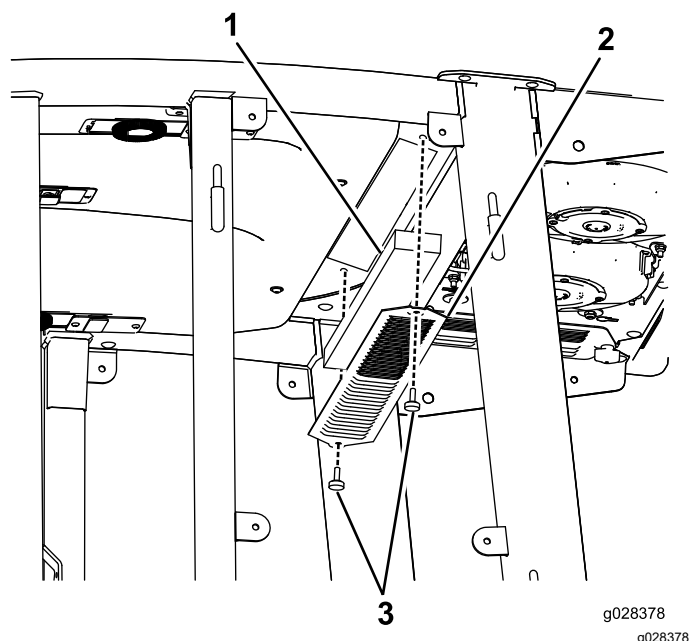
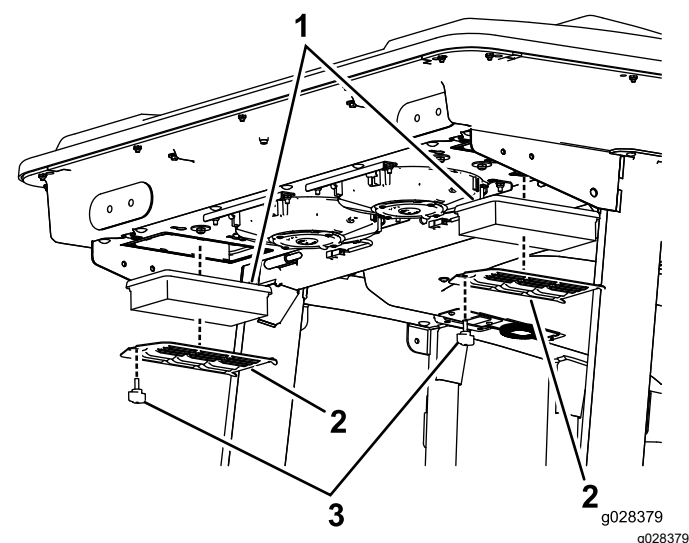
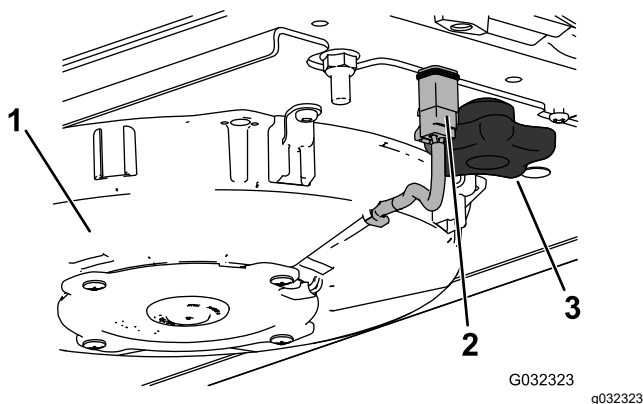
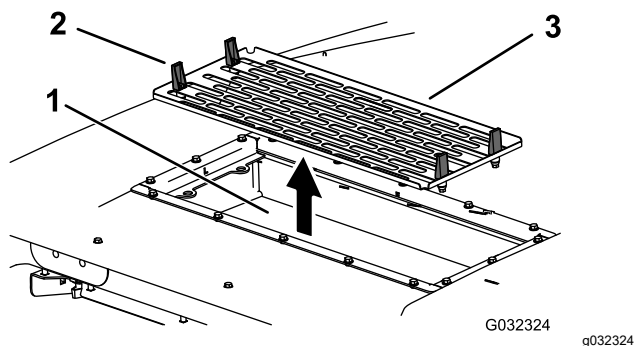

Figura 94
Figura 95
Figura 97
Figura 98
1. Retire los tornillos y las rejillas del filtro que está en el interior de la cabina y del filtro que está detrás de la cabina (Figura 94 y Figura 95).
4. Retire los filtros de aire (ver Figura 95).
6. Instale los filtros de aire, la rejilla y el conjunto de ventilador (Figura 95, Figura 97 y Figura 98).
7. Conecte el cable de cada ventilador (Figura 97).